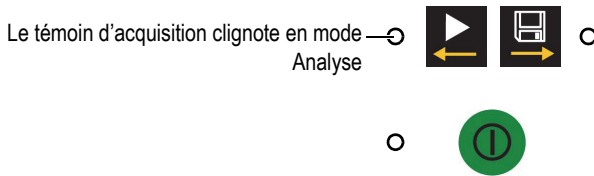

Figure 4 Témoin d'acquisition
1. Appuyez sur la touche Gel () pour passer en mode Analyse. La vue de données se fige dans l'état actuel, et le témoin orange d'acquisition clignote (voir la Figure 4 à la page 19).